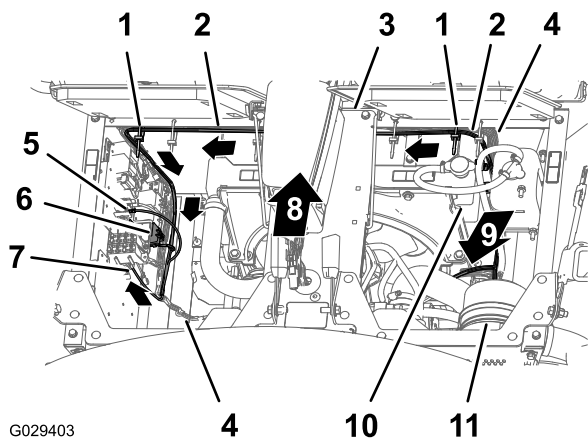

图11
3. 沿着散热器的左侧，向下安装线束的197cm 发动机舱支管，穿过配电板的底部（图11）。
4. 如 图11 所示，用 2 个扎带将修整组件的线束固定到机器线束上。